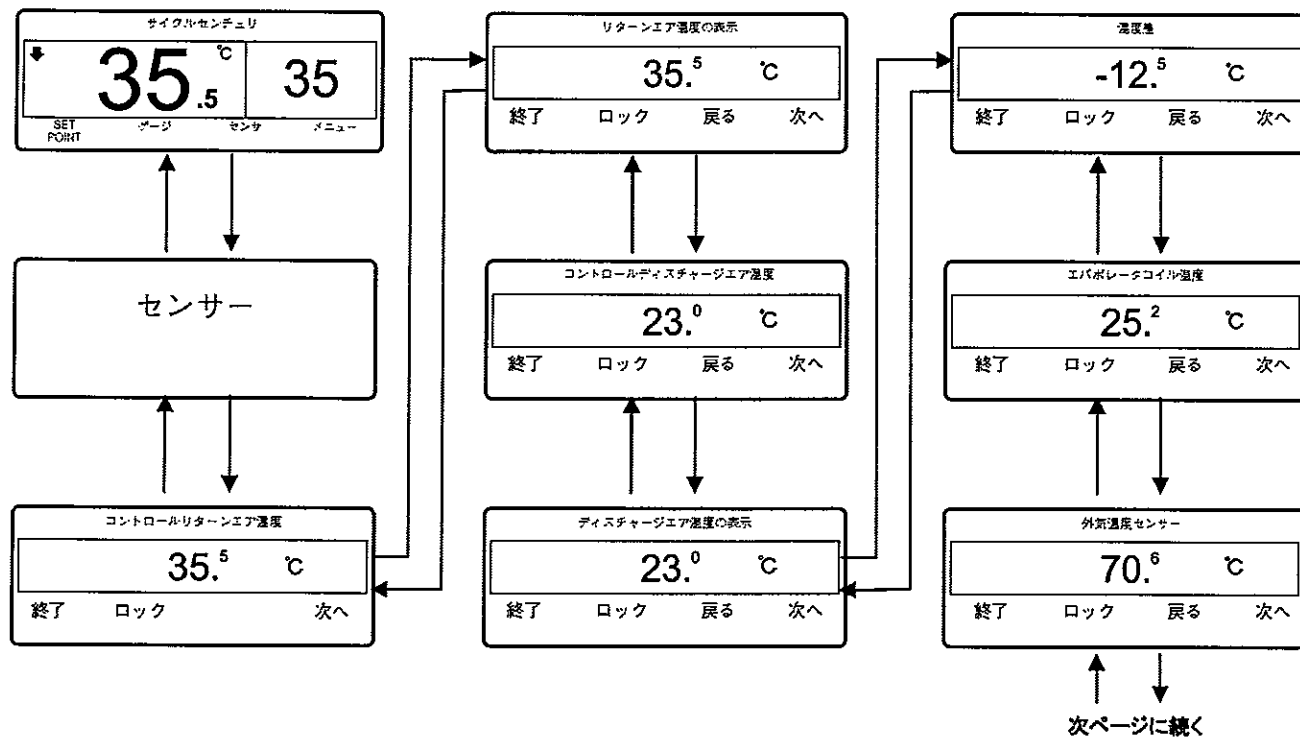
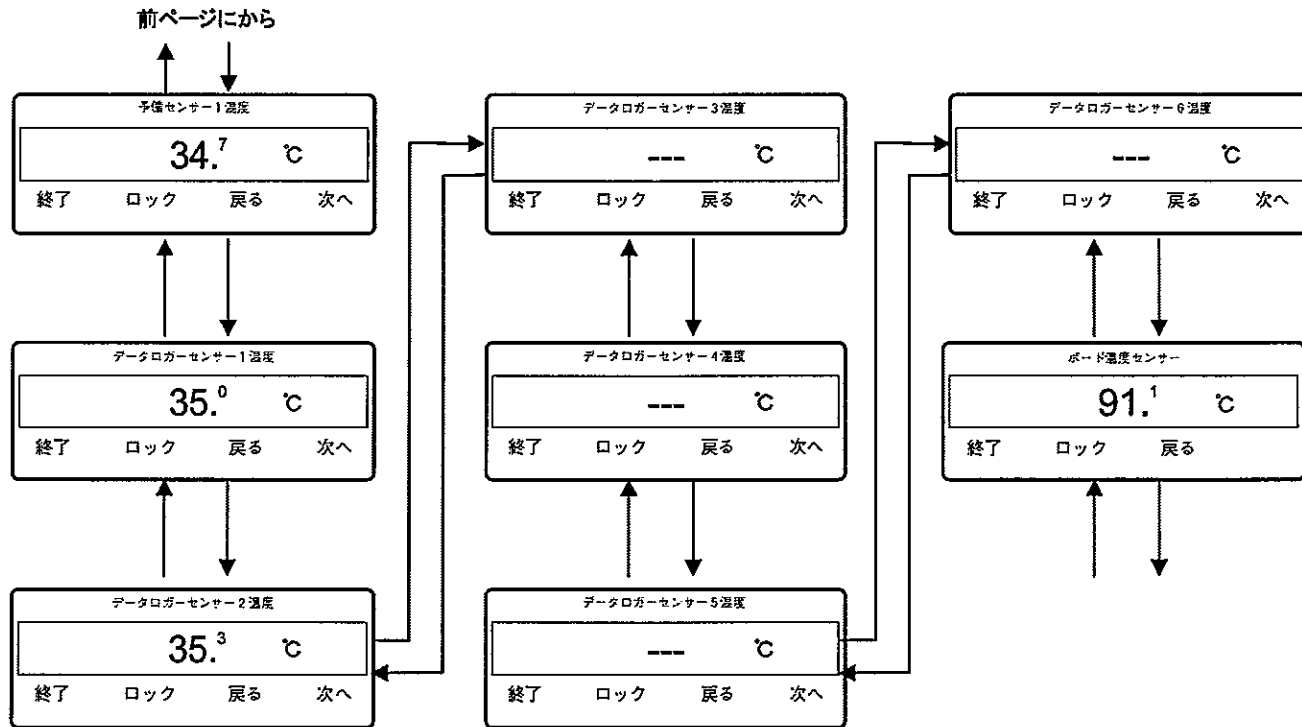

図33 : センサー確認のスクリーン・シーケンス (次ページに続く)
図34：センサー確認のスクリーン・シーケンス（前ページに続く）
3. 以下のセンサーをスクロールするには、戻るまたは次へのソフト・キーを押してください。制御吸込空気温度、表示吸込空気温度、制御吹出空気温度、表示吹出空気温度、温度ディファレンシャル、エバポレーター・コイル温度、外気温度、スベア1の温度、オプションのデータロガー温度センサー1～6および基盤温度センサー。図33と図34を参照してください。30秒以内にいずれのキーも押されない場合、スクリーンは標準ディスプレイに戻ります。